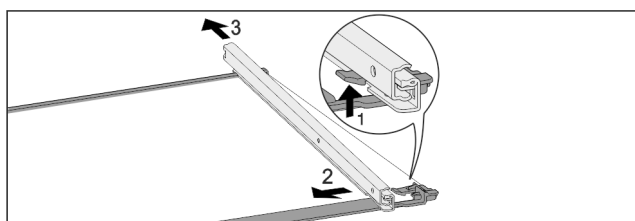

Fig. 125 Стъклена плоча с релси
- ▶ Натиснете нагоре предните фиксиращи палци. Fig. 125 (1)
- ▶ Плъзнете изтеглящата релса настрана Fig. 125 (2) и назад Fig. 125 (3).